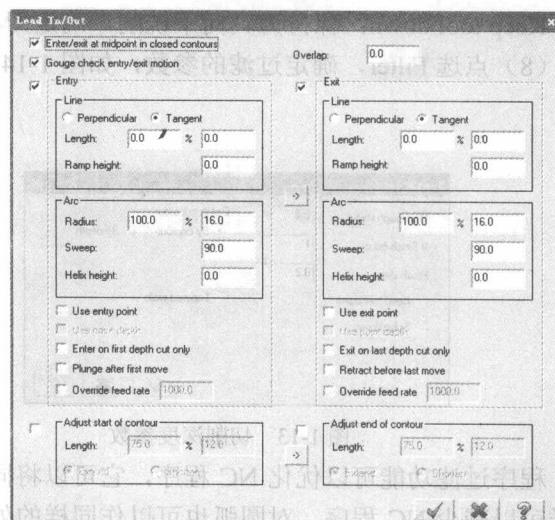

图 1-12 进、退刀路径参数
(6) 点选 **Lead in/out** 设定刀具进刀、退刀的路径，如图 1-12 所示。